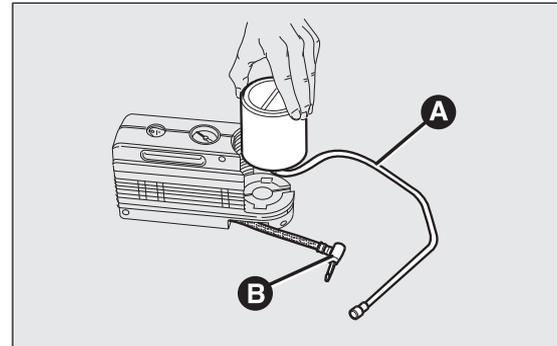

fig. 132
- disengage coupling B fig. 132;